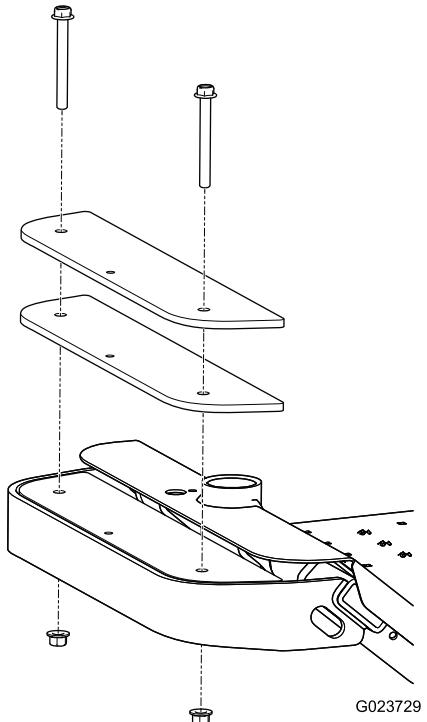

Bild 11
1. Entfernen Sie zwei Schrauben und zwei Muttern, mit denen der vorhandene Ballast vorne an der Maschine befestigt ist (**Bild 11**).